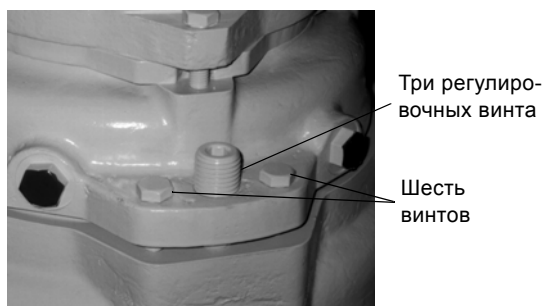

Рис. 13
2. Определить положение шести винтов, крепящих корпус насоса к электродвигателю, и три регулировочных винта, смотрите рис. 13.